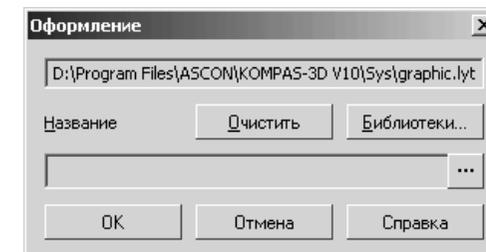

Рис. 10.10. Диалоговое окно **Оформление**
- щелкните, например, в разделах **В начале документа** по кнопке **Добавить**. Появится диалоговое окно **Оформление**, показанное на рис. 10.10;
- щелкните в дереве документов по значку **+**, стоящему перед пунктом **Текстовый документ**, если этот пункт не раскрыт, а затем по пункту **Заголовок таблицы**. В правой части появится панель **Параметры текста заголовка таблицы**. Она аналогична панели **Текст документа** (см. рис. 10.10);
- щелкните в дереве документов по значку **+**, стоящему перед пунктом **Текстовый документ**, если этот пункт не раскрыт, а затем по пункту **Ячейка таблицы**. В правой части появится панель **Параметры текста ячейки таблицы**. Она аналогична панели **Текст документа** (см. рис. 10.10);
- щелкните, например, в разделах **В начале документа** по кнопке **Добавить**. Появится диалоговое окно **Оформление** (см. рис. 10.10);